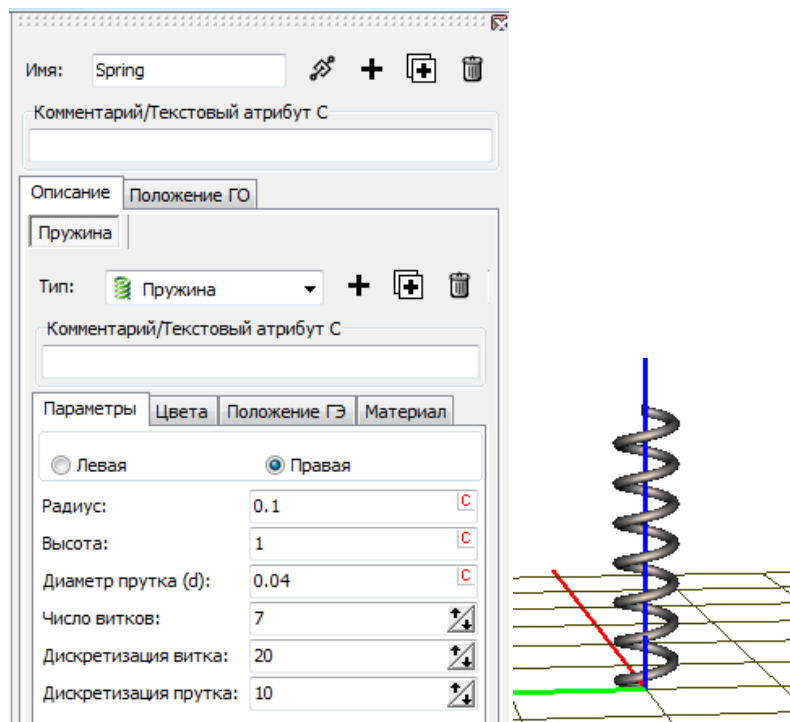

Рис. 2.9. Образ пружины
2. Выберите тип **Пружина**. Измените радиус на 0.1 и число витков на 7, рис. 2.9, слева.